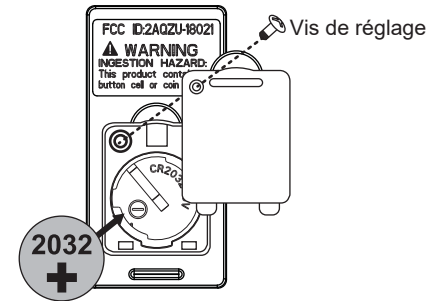

Fig. 1
- 1 Sélectionnez un emplacement souhaité. Utilisez la plaque murale pour marquer l'emplacement des trous de montage. Des chevilles murales en plastique ou des vis de montage sont nécessaires pour cette application. (Fig. 1)
Votre ventilateur est équipé d'une télécommande de type à apprentissage automatique. Il n'y a pas de commutateurs de fréquence sur le récepteur ou l'émetteur. Le ventilateur peut commencer à fonctionner une fois le processus d'appairage terminé. Retirez le panneau de l'émetteur, puis installez une pile 2032 (incluse). Vous devez utiliser un tournevis pour ouvrir ou fermer le couvercle de la batterie. Pour éviter d'endommager l'émetteur, retirez la batterie s'il n'est pas utilisé pendant de longues périodes (Fig. 1).